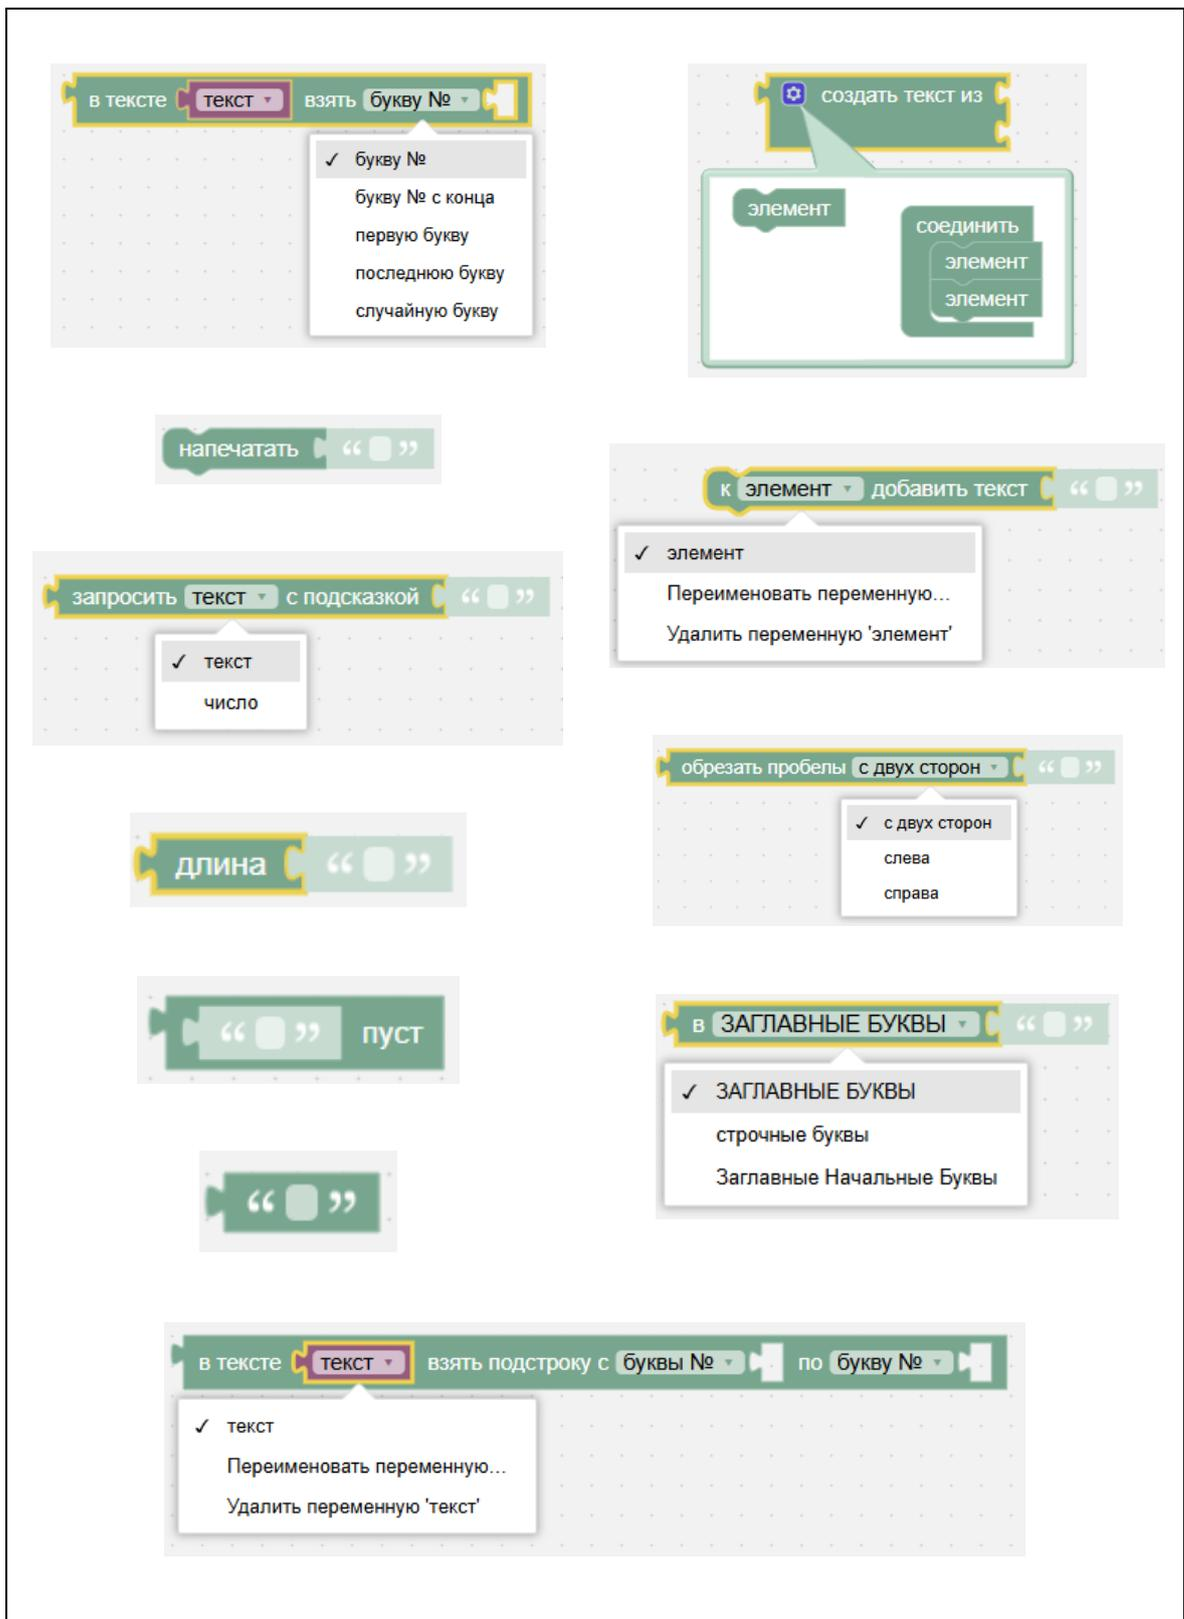

Рисунок II-18 – Блоки «Текст»
3. Блоки «Текст» – работа с текстом (см. Рисунок II-18).